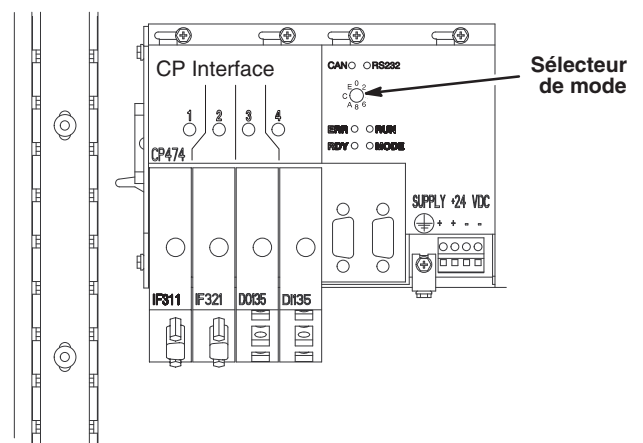

Fig. 13.31
4. Mettre le sélecteur de mode de l'automate sur A. Voir Fig. 13.31.